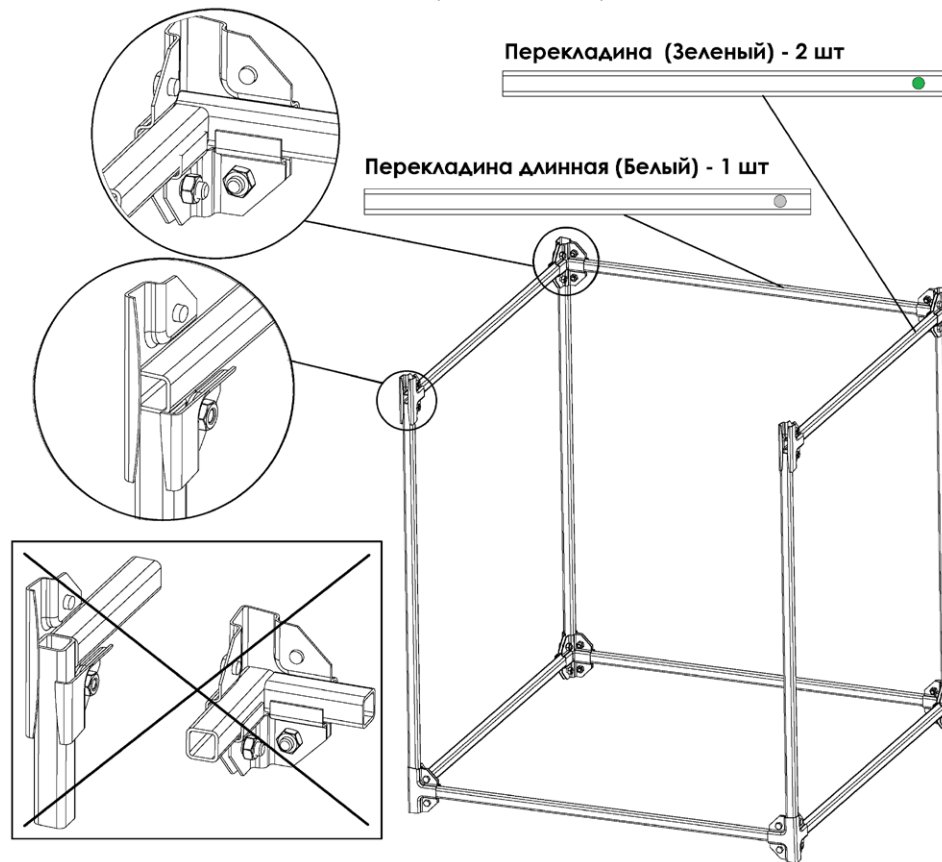

Рис. 10 – Сборка среднего яруса
4. Провести сборку среднего яруса. Для этого необходимо согласно схеме (Рис. 9) скрепить между собой перекладины и стойки с помощью ранее подготовленных скоб (Рис. 10).